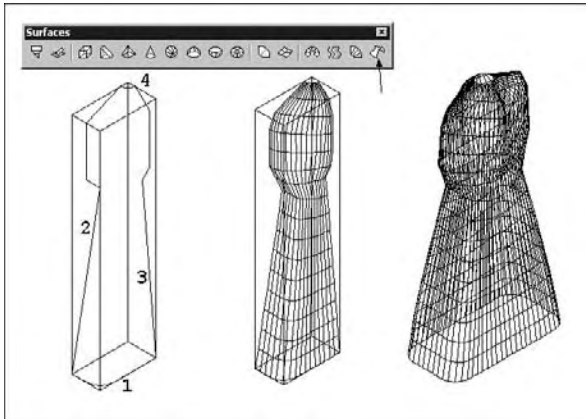

Fig.6.29
- 12 Effectuez les deux miroirs pour générer le flacon complet (fig.6.29).